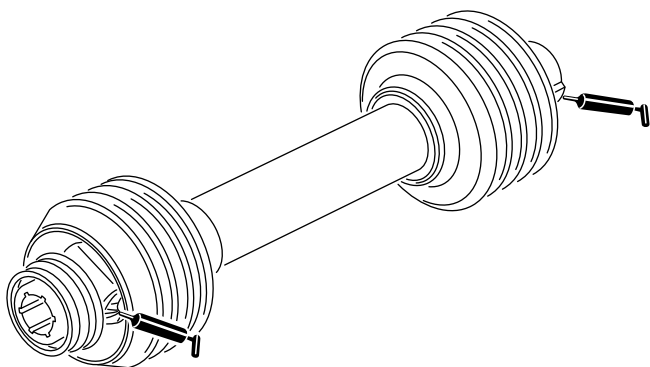

Bild 10
2. Fetten Sie die Schmiernippel an den Lagern der Lüfterwelle mit Nr. 2 Schmiermittel auf Lithiumbasis ein, wie in Bild 10 dargestellt.
Fetten Sie die zwei Schmiernippel an der Antriebswelle mit Nr. 2 Schmiermittel auf Lithiumbasis ein, wie in Bild 10 dargestellt.